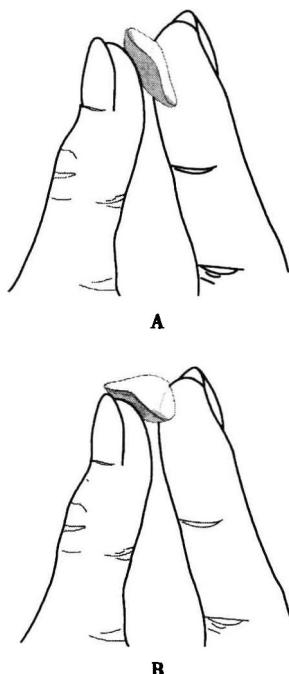

图 1-2 贝壳试验
2. 贝壳试验 适用于相对厚的软镜，比如是车削法制造的软镜，目前临床上的频繁更换型和抛弃型镜片基本上不适合用此方法，主要用于侧面检查无法确认时。用两个手指轻轻捏起镜片中央，或者将镜片放在手掌缝上轻轻凹起，正面朝上时镜片的边缘会像贝壳样向内折叠，反面朝上时，则镜片边缘会向外分开（图 1-2）。